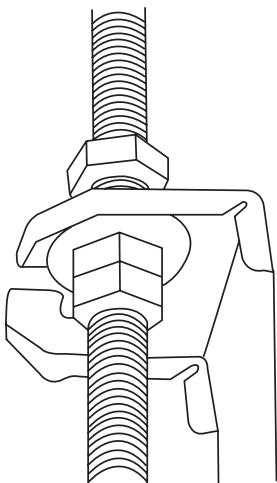

Abb. 4.5
5. Montieren Sie die Inneneinheit. Sie benötigen zwei Personen, um diese zu heben und zu befestigen. Führen Sie die Aufhängebolzen in die Befestigungslöcher des Geräts ein. Mit den mitgelieferten Unterlegscheiben und Mutterschrauben festziehen. (Siehe Abb. 4.5).